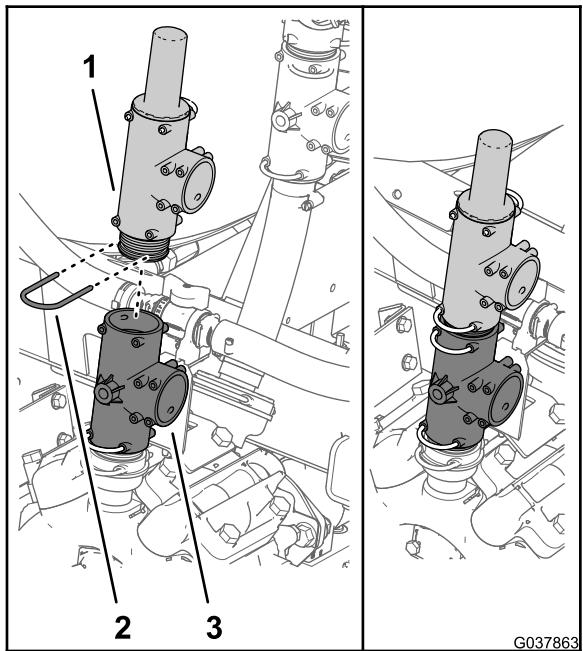

Figura 67
- Monte a união em T com a válvula de descarga de pressão na união em T na parte superior da bomba de pulverizador com o retentor que retirou no passo 3 como se mostra na Figura 67.